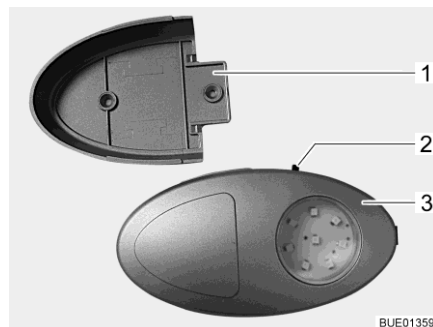

Bild 86 Kleiderschrankleuchte/Taschenlampe
- ▷ Die Kleiderschrankleuchte kann aus der verschraubten Halterung (Bild 86,1) herausgezogen und als Taschenlampe verwendet werden.
Der Ein-/Ausschalter (Bild 86,2) ist direkt an der Kleiderschrankleuchte (Bild 86,3) angebracht.